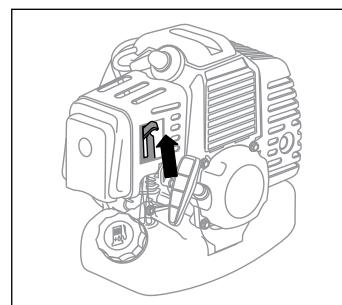

рис. 4
4. Переведите рычаг воздушной заслонки в верхнее положение – || «Закрыто» (рис. 4).
7. Переведите рычаг воздушной заслонки (рис. 4) в нижнее положение ||| «Открыто».
1. Переведите рычаг воздушной заслонки в нижнее положение – ||| «Открыто» (рис. 4).